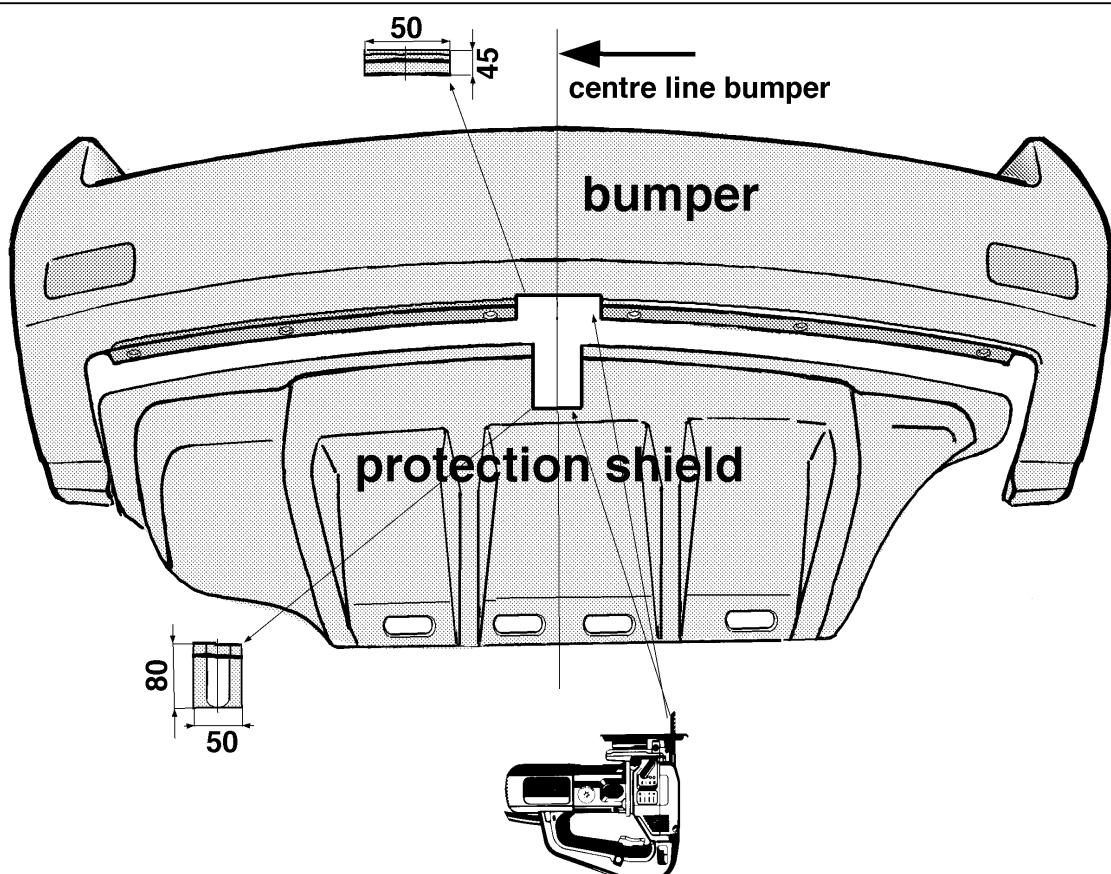

Fig. 2
- Zaag een deel overeenkomstig fig.2 uit de bumper en bodembeschermplaat. De kogelstang wordt d.m.v. twee bouten M12x65/21.2 inclusief sluitringen en zelfborgende moeren aan de trekhaak gemonteerd. Bevestig t.p.v. punt H één bout M12x70/26.2 inclusief vulplaatjes I, stekkerplaat, sluitring en zelfborgende moer. Draai alle bouten en moeren overeenkomstig de tabel vast. Herplaats het onder punt 1 verwijderde.
- Stosując się do rys.2 należy wyciąć element ze zderzaka oraz z płyty podłogowej. Kulę haka holowniczego skręcić za pomocą dwóch śrub M12x65/21.1, wraz z podkładkami płaskimi stosując przy tym nakrętki samo kontrujące. Wszystkie śruby oraz nakrętki należy dokręcić z odpowiednim momentem obrotowym podanym poniżej w tabeli. Elementy zdemontowane w punkcie 1 ponownie zamontować.
3. Saw a portion out of the bumper and bottom scrape plate, according to fig. 2. The ball hitch is fitted on the tow bar using two M12x65/2.12.2 bolts including flat washers and self-locking nuts. Attach one M12x70/26.2 bolt including flat washers and self-locking nuts. Attach one M12x70/26.2 bolt at point H. Tighten all nuts and bolts as indicated in the table.
- Gemäß Abb. 2 einen Teil aus der Stoßstange und der Bodenschutzplatte heraussägen. Die Kugelstange wird mit Hilfe von zwei M12x65/21.1-Schrauben einschließlich Unterlegscheiben und selbstsichernder Muttern an die Anhängervorrichtung montiert. Bei Punkt H eine M12x70/26.2-Schraube einschließlich Füllstreifen I, Steckdosenplatte, Unterlegscheibe und selbstsichernder Muttern befestigen.